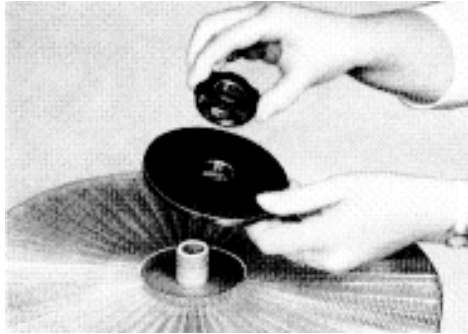

Abb. 1
2. Lösen Sie die Rändelmutter des Spiraleinsatzes und heben Sie die schwarze Druckplatte (Abb. 1) und die obere Spirale ab